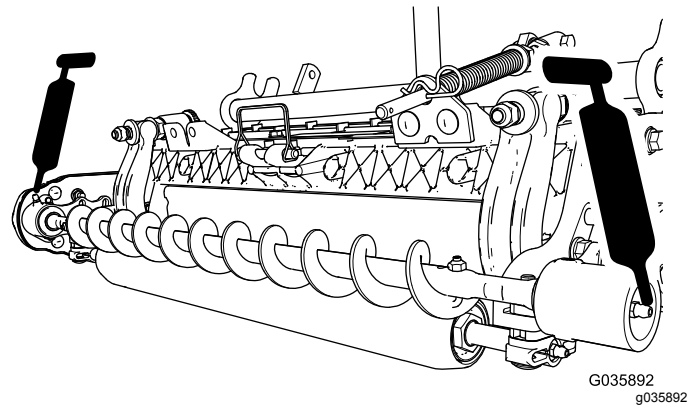

Bild 17
- Fetten Sie die Schmiernippel an jedem Lagergehäuse der Rollenbürste mit Nr. 2 Allzweckfett auf Lithiumbasis ein (Bild 17).